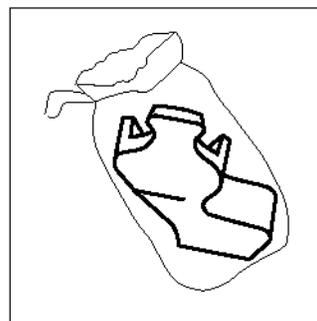

Figura 25: Extracción del contenedor nuevo de la bolsa
- 8** Extraiga el nuevo contenedor de residuos del revelador de la caja y de la bolsa, tal y como ilustra la Figura 25.